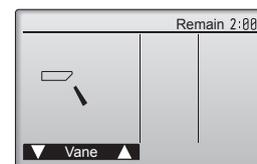

Fig. 7-7
- ① Vérifiez le fonctionnement de l'ailette automatique à l'aide des boutons **F1** **F2**. (Fig. 7-7)
- ② Appuyez sur le bouton pour revenir à l'écran "Test run" (Test fonctions).
- ③ Appuyez sur le bouton .